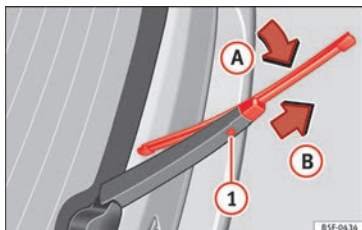

Abb. 206 Scheibenwischerblatt der Heckscheibe auswechseln.
- Scheibenwischerblatt oben in Richtung Scheibenwischerarm » Abb. 206 (Pfeil A) klappen.
- Entriegelungstaste » Abb. 206 ❶ gedrückt halten und das Scheibenwischerblatt gleichzeitig in Pfeilrichtung B abziehen. Dazu kann ein erhöhter Kraftaufwand notwendig sein.
- Neues Scheibenwischerblatt **gleicher Länge und Ausführung** auf den Scheibenwischerarm entgegen der Pfeilrichtung » Abb. 206